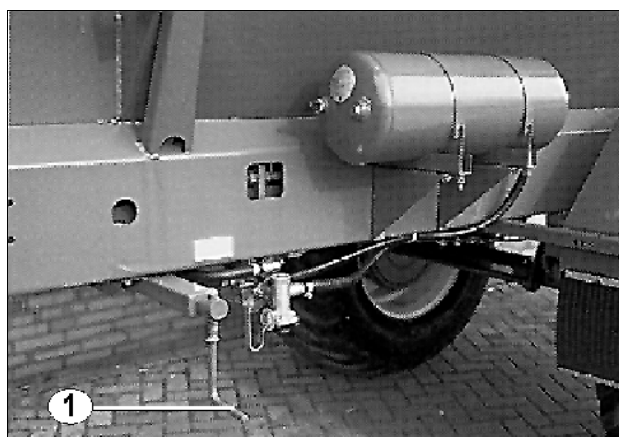

Рис. 22
- Управление стояночным тормозом на высокопроизводительных распределителях с пневматической тормозной системой производится посредством кривошипной рукоятки (Рис. 22/1), расположенной сбоку машины.